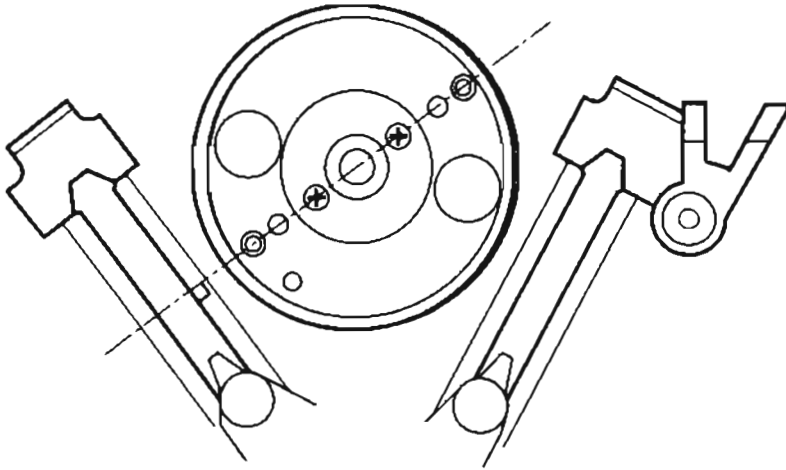
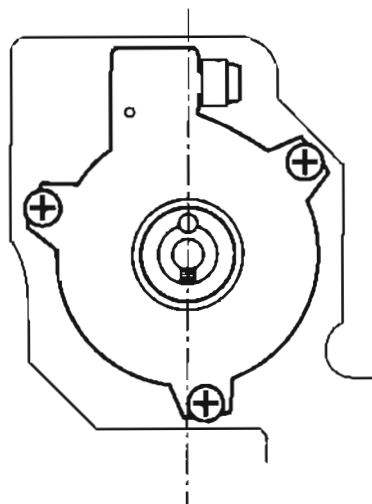

Fig. 5
Fig. 6
Using the diagrams below as a guide, match part ④ and the shaft. The Figure 5 shows the alignment when viewing the mechanism assembly from above and the Figure 6 shows the alignment viewed from below.
目安として、メカ Ass'yを上から見たときに図5の位置に、下側から見たときに図6の位置になるように取り付けてください。